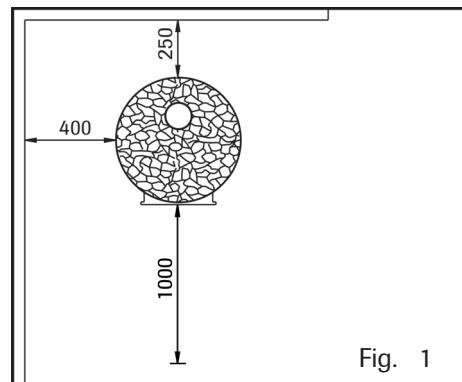

Fig. 1
1. Distance from the vertical surfaces of the sauna stove to unprotected wooden parts 400 mm to the sides, 250 mm to the rear and 1000 mm in front. (Fig. 1)
1. Минимальные расстояния безопасности от поверхности каменки до незащищенных деревянных конструкций: сбоку 400 мм, сзади 250 мм и спереди 1000 мм (Рисунок 1).